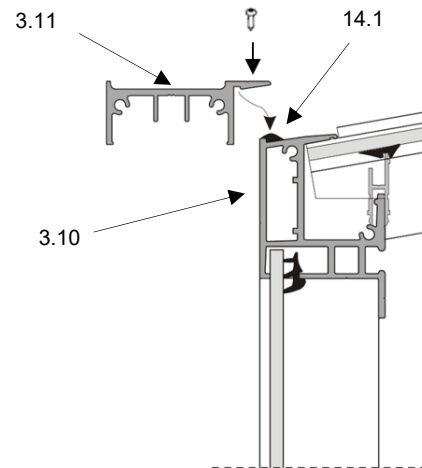

Abb.61
- Silikon (**14.1**) auf dem Traufprofil (**3.10**) über die ganze Länge der Türlaufschiene (**3.11**) abdichten. (Abb.61)